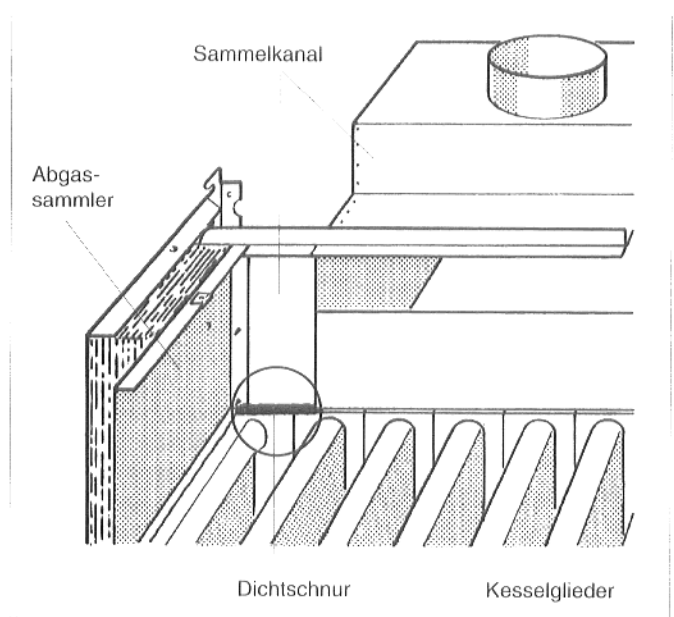

Abb. 9: Sammelkanal abdichten G324 XD
- die vier Teile von oben fest zwischen Sammelkanal und die äußeren Kesselglieder gedrückt werden (Abb. 9).